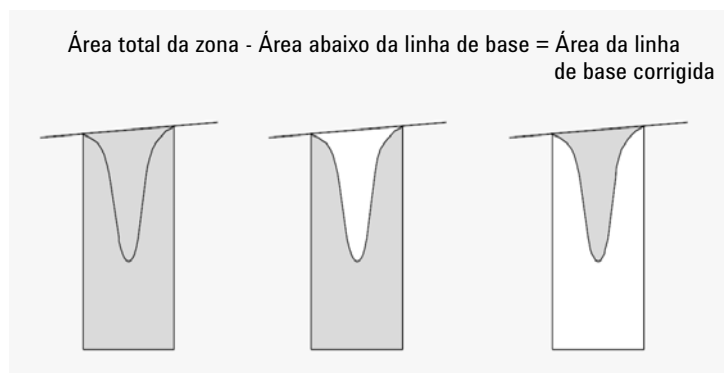

Figura 12 Medição da área para picos negativos
- para picos tangentes (T), a área acima da linha de base redefinida;
- para picos do solvente (S), a área acima da extensão horizontal a partir do ponto da linha de base encontrada por último e abaixo da linha de base de redefinição dada aos picos tangentes (T). Um pico do solvente pode aumentar muito devagar para ser reconhecido ou pode haver um grupo de picos na execução que você acha que deve ser tratado como um solvente com um conjunto de riders. Isto geralmente envolve um grupo de picos unido onde o primeiro é muito maior que os outros. O tratamento simples de queda de linha de base iria exagerar os picos posteriores porque eles estão na verdade na cauda do primeiro. Ao forçar o primeiro pico a ser reconhecido como um solvente, o resto do grupo é retirado da cauda;
- picos negativos que ocorrem abaixo da linha de base têm uma área positiva, como mostrado em Figura 12 na página 35.